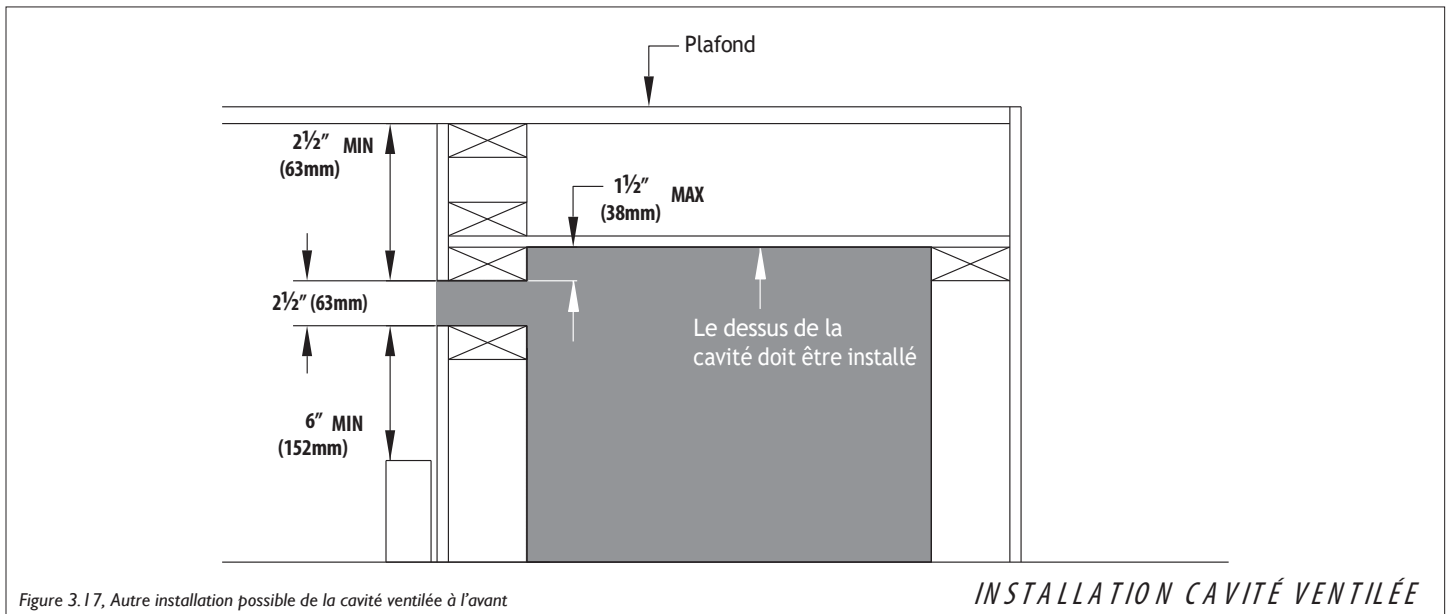

Figure 3.17, Autre installation possible de la cavité ventilée à l'avant
- La Figure 3.17 montre une autre méthode d'installation possible, où vous bouchez le dessus de la cavité ventilée pour relocaliser l'ouverture d'évacuation d'air plus au bas de la cavité ventilée. Si vous bouchez le dessus de la cavité ventilée, le conduit d'évacuation ne peut pas sortir par le dessus du foyer sans un coupe-feu de plafond. Cette méthode d'installation peut augmenter le risque de décoloration de la peinture par la chaleur ou la poussière.